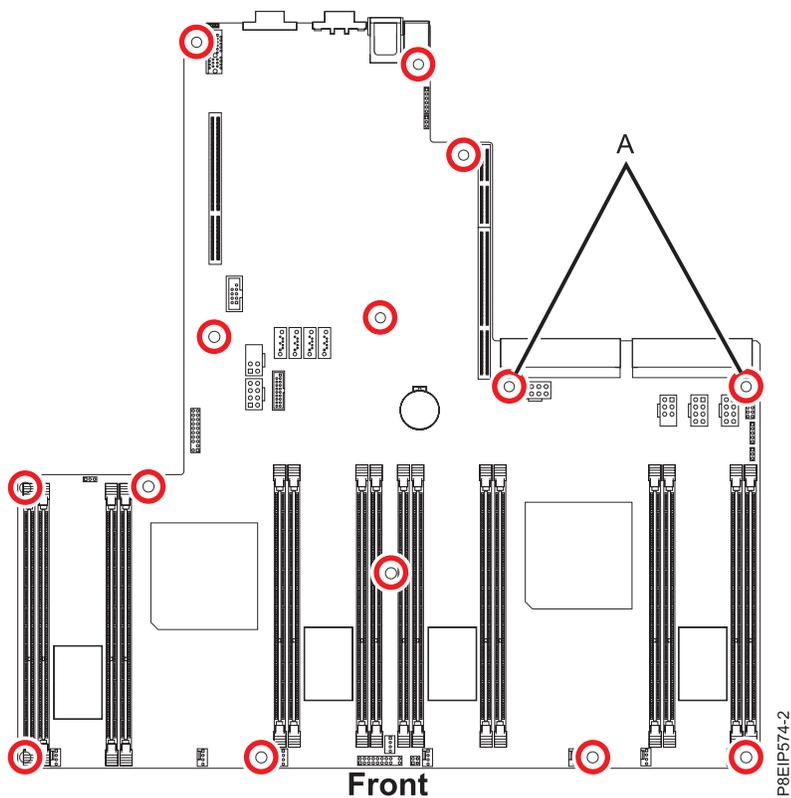

Figura 41. Locais dos parafusos. Os dois parafusos em (A) são da cor preta e ligeiramente mais compridos.
13. Alinhe e aperte os 14 parafusos no painel traseiro do sistema. Os locais dos parafusos são mostrados na Figura 41 na página 42.